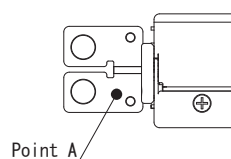

図1.1 PCA300F～PCA1000F温度測定箇所
■負荷線を配線する際は、図1.1又は図1.2のポイントAの温度が表1.1～表1.4で指定した温度以下になるよう負荷線の発熱を考慮し電線を選定してください。